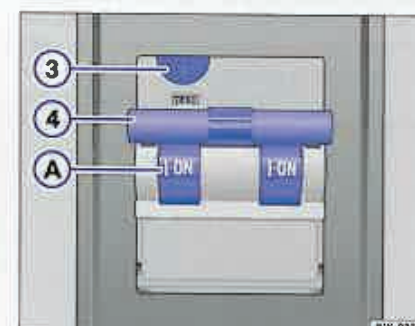

Fig. 63 Comutator de siguranță pentru preîncălzirea motorului.
- Apăsăți tasta ⇒ pagina 111, fig. 63 ③ (TEST), până la declanșarea comutatorului. Pe afișajul ④ apare 0-OFF. Comutatorul nu este pregătit pentru funcționare.
- Trageți maneta ⑤ în sus până se fixează. Pe afișajul ④ apare I-ON. Comutatorul este pregătit pentru funcționare.